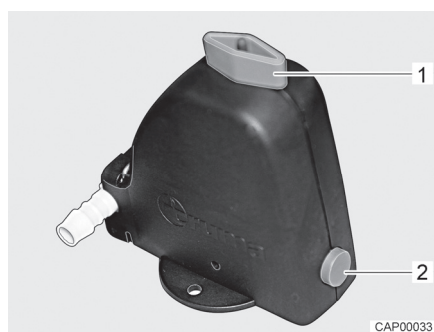
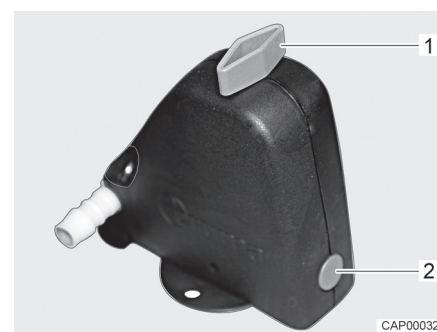

Fig. 71 Válvula de seguridad/purga abierta
Fig. 72 Válvula de seguridad/purga cerrada
- Cerrar la válvula de seguridad/purga. Para ello, girar el botón giratorio (Fig. 71,1) a la posición transversal en referencia a la válvula de seguridad/purga y hundir el botón (Fig. 71,2). La válvula de seguridad/purga cerrada se muestra en Fig. 72. A temperaturas inferiores a 6 °C, la válvula de seguridad/purga no se deja cerrar.